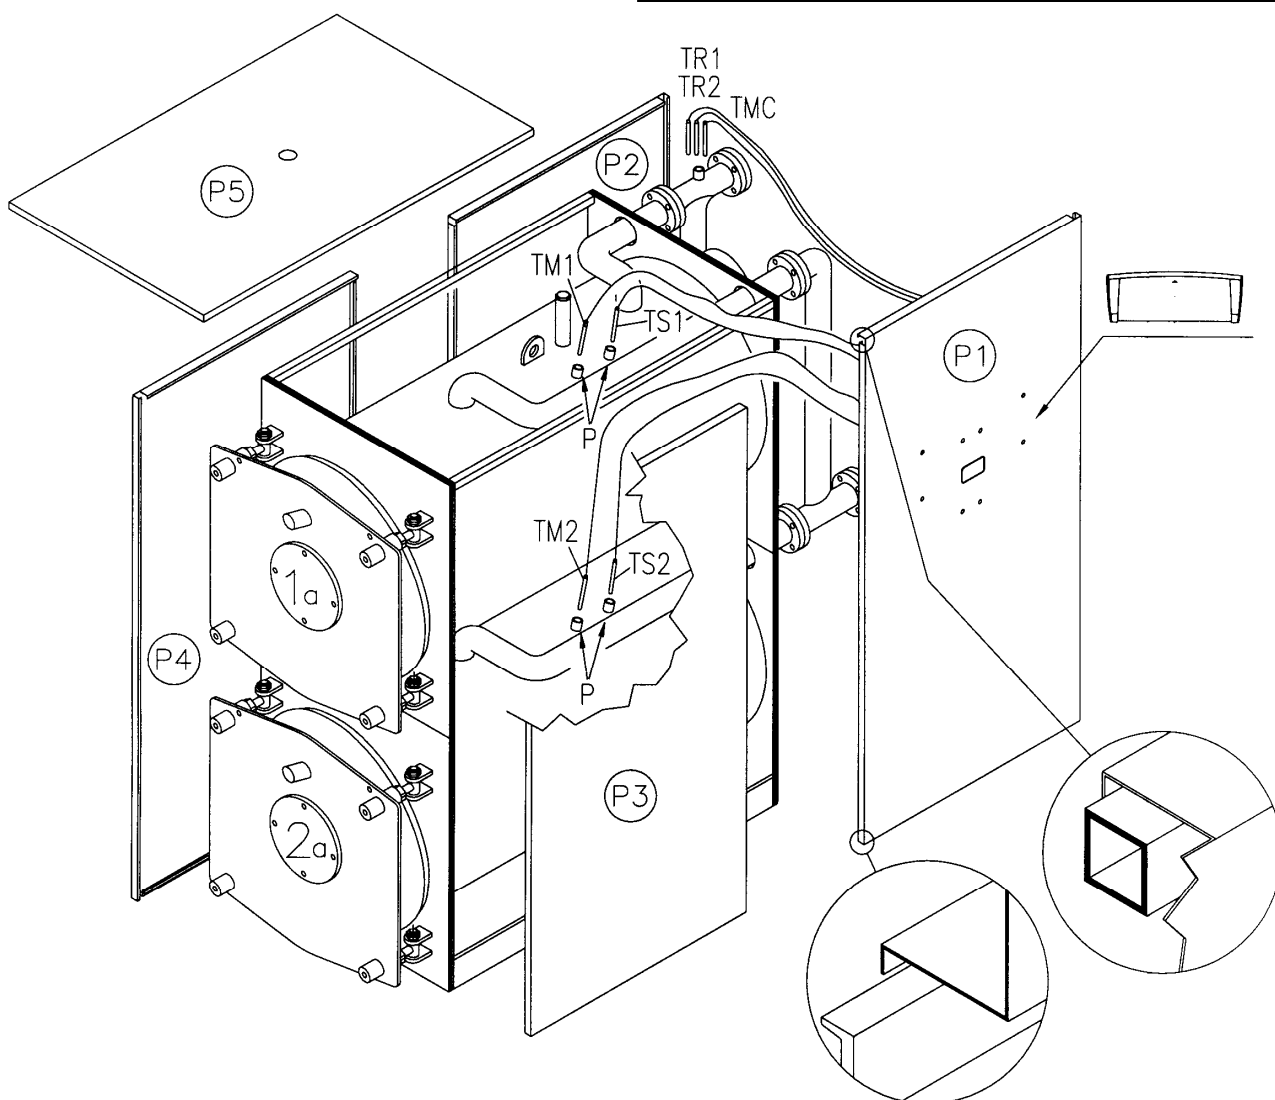

Fig. 10
4.4 RIVESTIMENTI CALDAIA REX DUAL/REX DUAL F 14÷70 (Fig. 10)